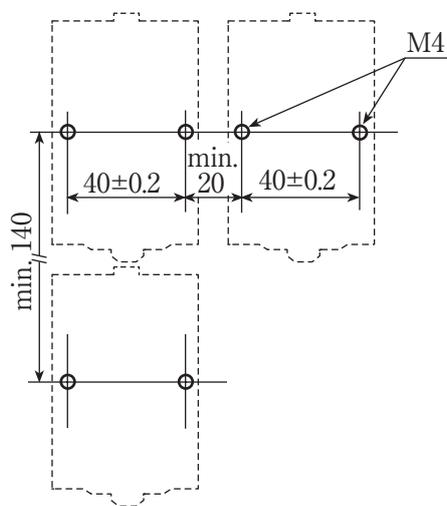

Fig. 4.1 接続ソケット部取付けピッチ
- (1) 機械的振動および腐食性ガスが極めて少ない場所。
- (2) 湿気が少なく常温近くで温度変化の少ない場所へ設置してください。
- (3) 電磁接触器など、誘導障害物より離して設置してください。
- (4) 外部からの信号が雷の影響を受ける可能性がある場合は、避雷器を中継してください。
- (5) 本器を2台以上並べて設置する場合は、配線やメンテナンスを容易にするためのスペースを取ってください。(Fig.4.1をご参照ください)
- (6) 特にノイズレベルが高い環境でご使用になる場合は、市販のノイズフィルタ、ノイズカットトランスなどのご使用を推奨します。